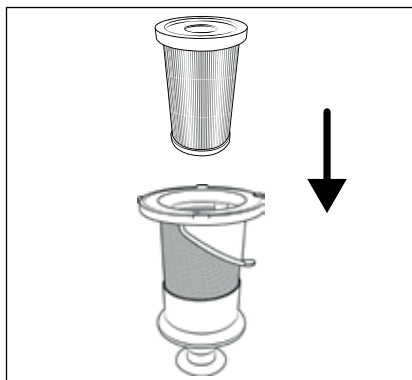

Fig. 27
- 7) Sæt EPA-filteret **5** ind i filteret af rustfrit stål **6** (se fig. 27).